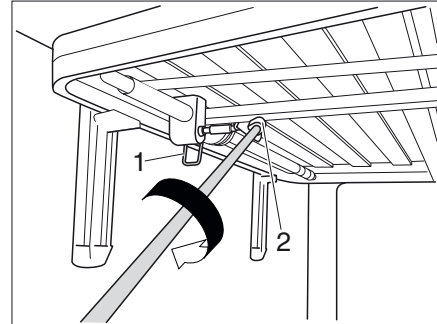

Bild 150 Höjdbar säng
- Lossa låsspaken (Bild 150,1). Sängen kan nu justeras.
- Skjut in veven i det magnetiska fyrkantiga uttaget (Bild 150,2). Sängens höjd kan nu justeras.
- Dra ut veven ur det fyrkantiga uttaget (Bild 150,2) och förvara det i hållaren.